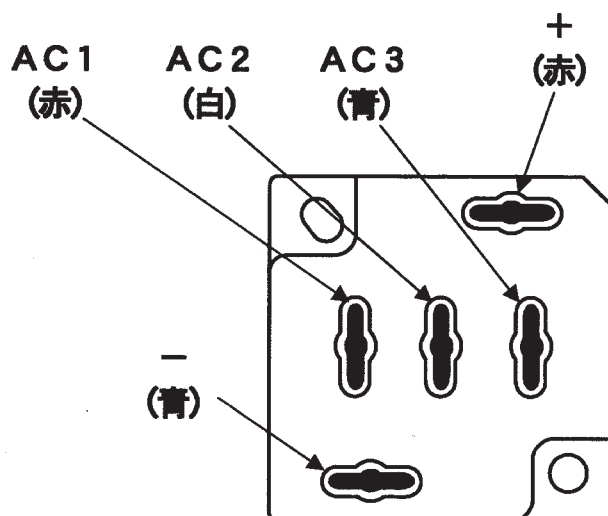

図1 部品配置図
- ⑥ ダイオードモジュール(AC1, AC2, AC3, +, -)に配線を接続してください。(図1. 参考)
- ⑦ コントロールボックスを元通りに組立ててください。